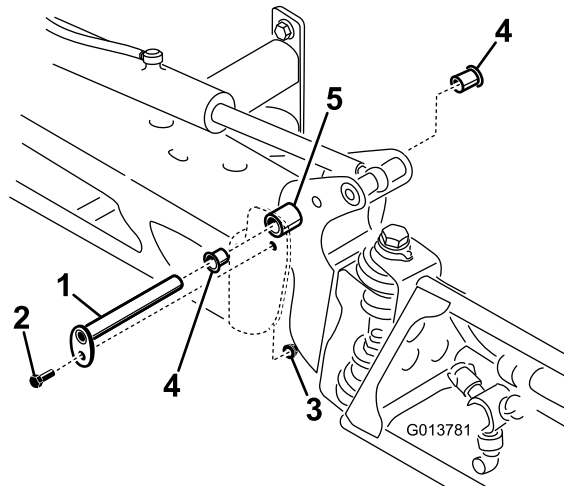

Figura 79
3. Con el peso del brazo apoyado, retire el perno y la tuerca que fijan el pasador de giro al conjunto del brazo (Figura 79).
4. Retire el pasador de pivote (Figura 79).
6. Retire los casquillos de nylon desde delante y desde detrás del soporte del pivote e inspecciónelos (Figura 79).
8. Instale el conjunto de brazo y soporte del pivote en el bastidor central, alineando los orificios (Figura 79).